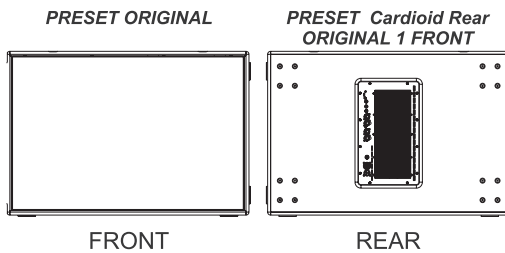

Fig.1
ORIGINAL 1 FRONT: preset da utilizzare in sistemi con due subwoofers; nel diffusore rivolto verso l'audience impostare il preset ORIGINAL (1); (fig.1)
ORIGINAL 1 FRONT: pré-réglage à utiliser dans les systèmes disposant de deux subwoofers; dans le diffuseur tourné vers l'audience, configurer le pré-réglage ORIGINAL(1). (fig.1)
ORIGINAL 1 FRONT: Voreinstellung zu verwenden in Systemen mit zwei Subwoofers; im Lautsprecher zum Publikum gerichtet die Voreinstellung ORIGINAL (1) einstellen; (Abb.1)